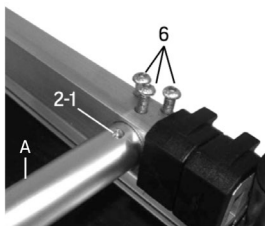

Fig. 2
3. Desserrez les 3 vis hexagonales (n° 6) se trouvant sur le dessus de l'ensemble de lame (fig. 2).